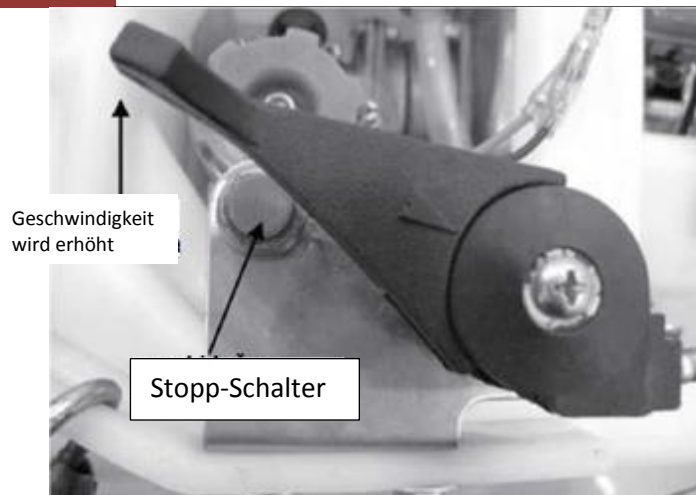

Abbildung 3
5.2.3 Stellen Sie den Gashebel auf Anfangsposition (auf ungefähr ein Drittel der gesamten Skala). Siehe Abbildung 3.